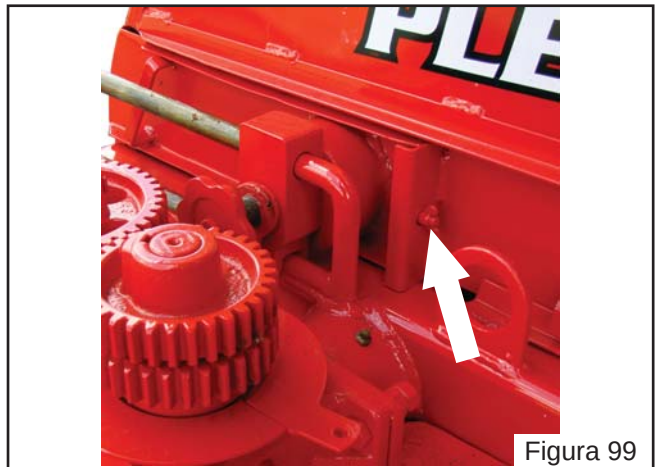

Figura 99
- a) Solte a porca borboleta (Figura 99) do afiador de facas;